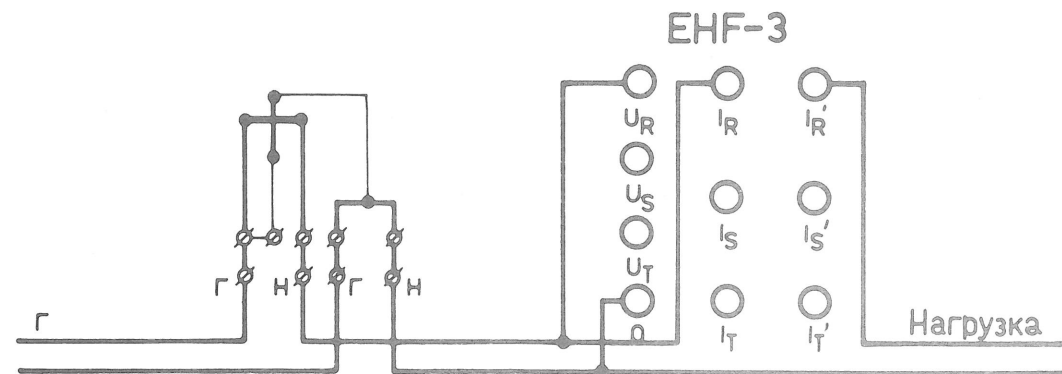

Рис. 8. Схема включения прибора ЕНФ—3 при проверке однофазного счетчика
- Рис. 8. Схема включения прибора ЕНФ—3 при проверке однофазного счетчика